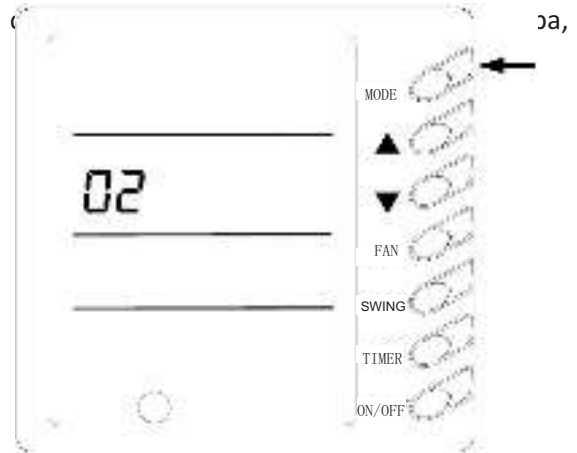

Рис.4.16
8. Функция АВТОРЕСТАРТ (Рис.4.16)